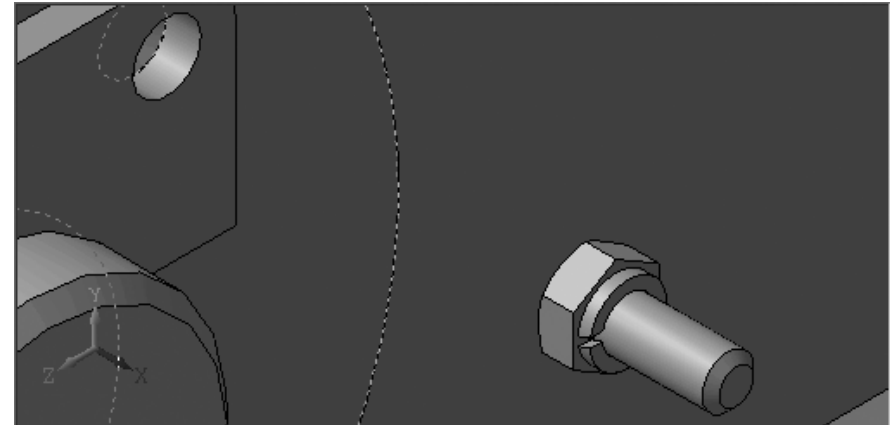

Рис. 6.75. Возможное состояние окна **Сборка** после выполнения операции **Соосность** с **Обратной ориентацией** под сборки **Болт\_Шайба**
- щелкните на **Панели свойств: Соосность** по переключателю  **Обратная ориентация**, если активен переключатель  **Прямая ориентация**. Возможное состояние окна **Сборка** показано на рис. 6.75.